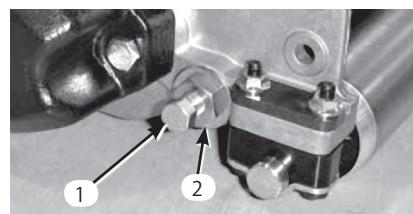
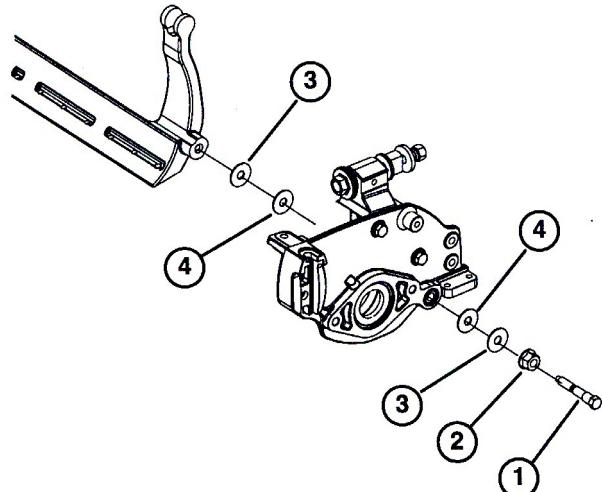

図18
図19
3. ベッド・バー・ボルト(図18)を固定しているナット(機体両側)をゆるめる。
4. 各ベッド・バー・ボルトを抜いてベッド・バーを下に引き抜いて外す(図18)。ベッド・バーの両端にナイロン・ワッシャとスチール・ワッシャが2枚ずつあるので注意する(図19)。
2. ベッド・バー・ボルト（ボルトについているナット）とワッシャ8枚で、ベッド・バーを各サイド・プレートに固定する。ナイロン・ワッシャはサイド・プレートの両側のボスに嵌め込む。その外側からスチール製ワッシャを取り付ける（図19）。ボルトを2.8~3.6 kg.mにトルク締めする；端部の遊びがなくなるように、ただしサイドプレートを変形させるほどには締めすぎていない程度に、フランジ・ナットを締め付けること。内側のワッシャには遊びがあってよい。